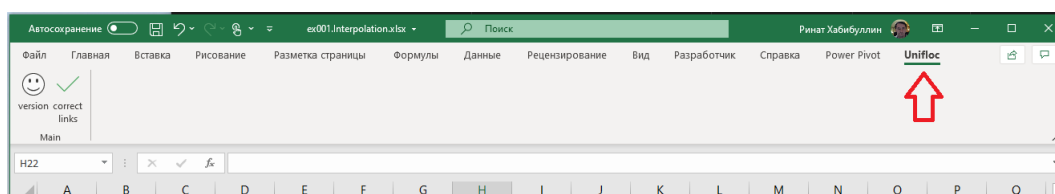

Рис. 1.1 — Открытая панель Unifloc
1. Для работы с примером должна быть запущена надстройка Unifloc 7.25 VBA. Убедиться, что надстройка запущена можно найдя вкладку Unifloc в панели меню Excel, рис. 1.1.